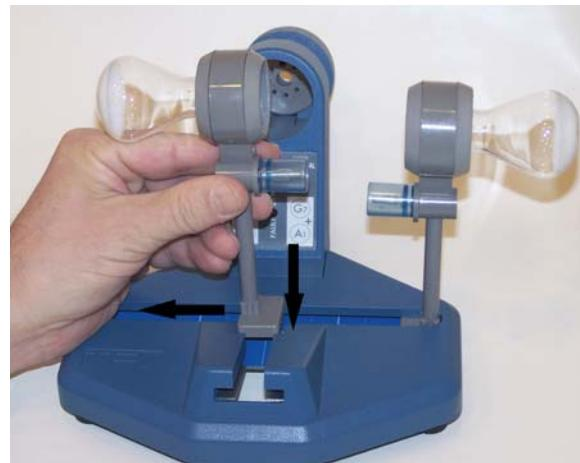

Fig. 2
- Introduire les deux supports dans la fente du support de tube et la pousser vers la droite ou vers la gauche (cf. Fig. 2).